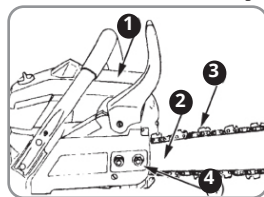

Fig. 1
- Ne touchez jamais le carter, le guide-chaîne, la chaîne ou l'écrou à mains nues lorsque le moteur est en fonctionnement ou immédiatement après son arrêt (fig. 1). Cela peut entraîner de graves brûlures en raison de la température élevée.